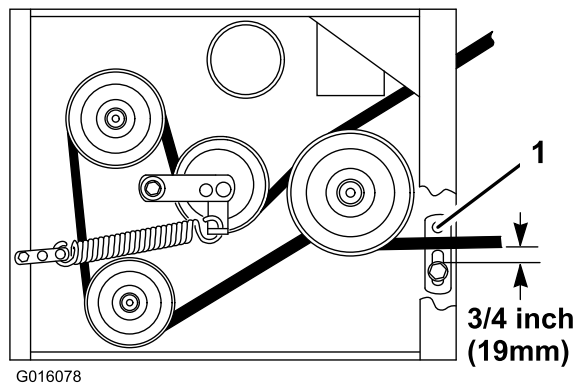

Bild 46
8. Stellen Sie sicher, dass die Riemenführung unter dem Motorrahmen richtig eingestellt ist (Bild 46).
Hinweis: Bei eingekuppeltem Treibriemen muss der Abstand zwischen der Riemenführung dem Treibriemen 19 mm betragen (Bild 46). Stellen Sie den Treibriemen ggf. ein. Der ausgekuppelte Riemen sollten nicht schleifen oder von der Scheibe rutschen, wenn die Führungen richtig eingestellt sind.